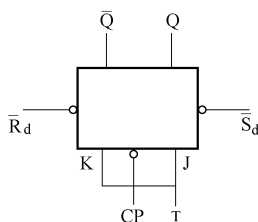

图 14-47 示意图
6) T' 触发器。T' 触发器也是由主从 JK 触发器变化而来的, 当将主从 JK 的两个输入端 J 和 K 相相接, 就得到一个输入端, 用 T' 表示, 这样就构成了 T' 触发器, 如图 14-47 所示, 从图中可看出, 输入端 J 和 K 相连接, 得到新的输入端 T'。